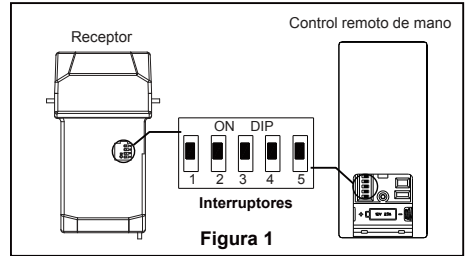

Figura 1
### Uso de perfil bajo (Figura 1)
Para evitar una posible descarga eléctrica, asegúrese de cortar la alimentación eléctrica de la caja de fusibles principal antes de colgar el ventilador. (Figura 1)
1. Para configurar el código de unidad del receptor. Deslice los interruptores de código a las mismas posiciones que en el transmisor. (Figura 1)
1. Alinee la lengüeta ancha de la unidad del motor a la muesca ancha de la unidad de soporte del ventilador. Asegure cuidadosamente la unidad del motor en las ranuras de montaje en el soporte del techo girándolo en el sentido de las agujas del reloj. Asegúrese de que todo el cableado y receptor se introduce adecuadamente en la cubierta del techo y que no se presiona ningún cable. Una vez que la motor está colocada y alineada con el techo, vuelva a colocar el tornillos retirados previamente y asegure los cuatro tornillos. (Figura 1)
1. Coloque las palas a través de las ranuras en la cubierta del motor y fije la unidad del motor usando los tornillos de cabeza de arandela 3/16"-24 y arandelas de fibra. Asegúrese de que los tornillos fijan adecuadamente las palas al centro del motor estando éstas colocadas correctamente. (Figura 1)
1. Extraiga uno de los tres tornillos del soporte ubicado en la parte inferior de la unidad del motor. Guárdelos para después y afloje levemente los otros dos tornillos. (Figura 1)
1. **IMPORTANTE:** El uso de un regulador de la intensidad completa (no incluido) para controlar la velocidad del ventilador dañará el dispositivo. Para reducir el riesgo de incendio o descarga eléctrica, no utilice dicho regulador para controlar la velocidad del ventilador. (Figura 1)
1. Instalación de la placa de la pared: (Figura 1)